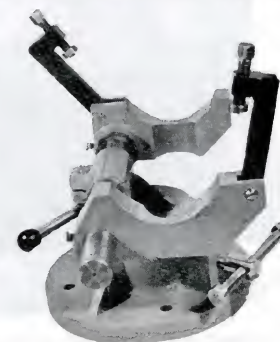

Fig. 6. — Support universel de pompes (Belcan).
- e) des supports universels orientables pour la révision des pompes (fig. 6, 6 bis, 7);
Fig. 6 bis — Support universel Hartridge.